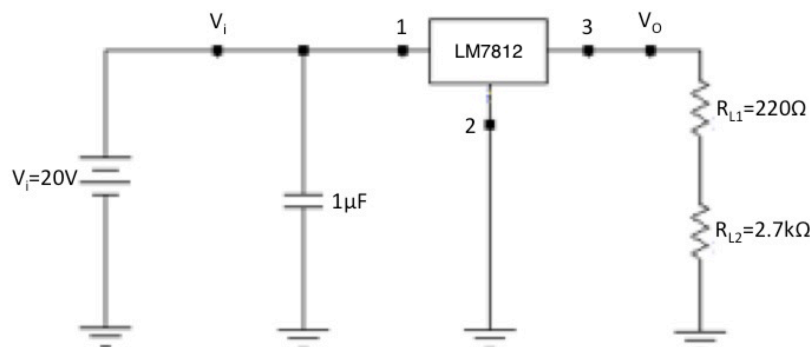

Figura 3: Regulador de Voltaje con LM7812
1. Construya el circuito regulador de voltaje en la figura 3. Utilice la figura 5 como guía para conectar el LM7812.